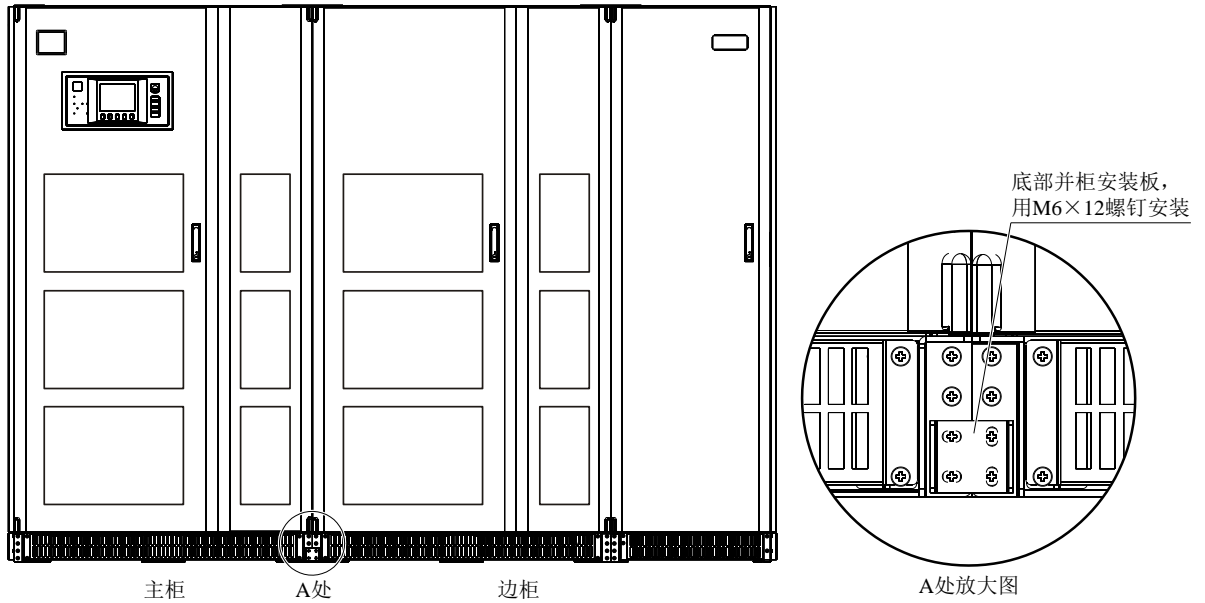
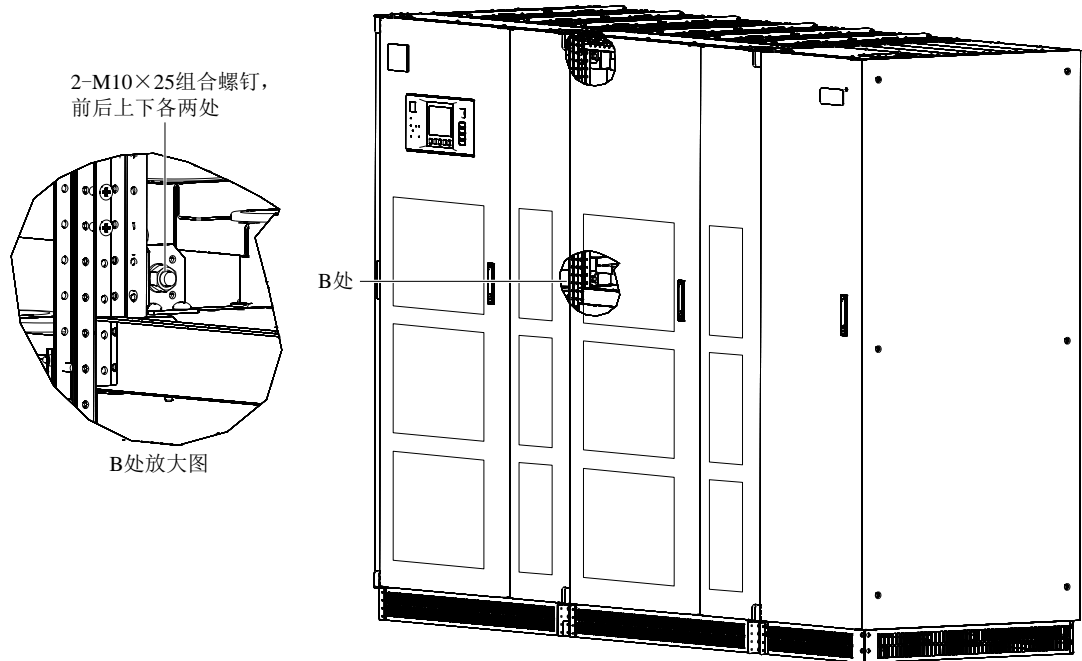

图2-14 500kVA UPS (12 脉) 并柜机械连接 (正视图)
图2-15 500kVA UPS (12 脉) 并柜机械连接 (斜视图)
3. 安装前部后部并柜连接板以及并柜通铜排，如图 2-14 和图 2-15 所示。